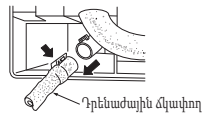

Fig. 2
- 3) Դու՛ր քաշեք դրենաժային ձկափողը ներքին բլուկի ետնամասային ձախ կողմից: (Fig. 2)